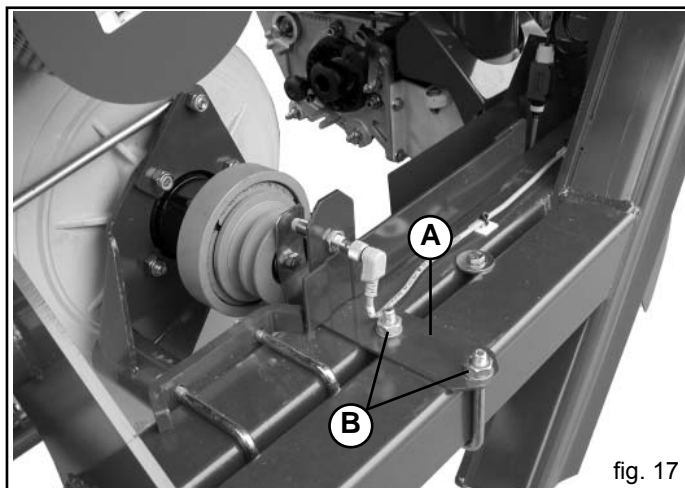

fig. 17
Si le capteur de la vitesse de rotation du souffleur (rpm - t/m) est installé, il faudra contrôler que celui-ci soit placé correctement devant le champ de lecture (pour ce faire, consulter le Livret d'instructions accessoire). Déplacer éventuellement le support du capteur (A, Fig. 17) en desserrant les vis (B).